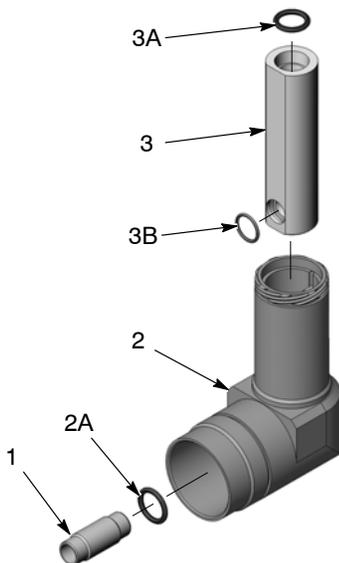

Рис. 8 Объемное изображение узла насадки
1. См. рис. 8. Вынуть порошковую трубку (1) из насадки со стороны распылителя.
2. Потянув порошковый корпус (3) вверх, вынуть его из насадки со стороны распылителя.
**ПРИМЕЧАНИЕ:** Уплотнительные кольца, показанные на рис. 8, входят в ремонтные комплекты корпуса насадки и порошкового корпуса. При замене компонентов снимать уплотнительные кольца необязательно.
1. См. рис. 8. При замене корпуса насадки сначала убедиться, что уплотнительное кольцо (2A) установлено в канавку нового корпуса со стороны распылителя.